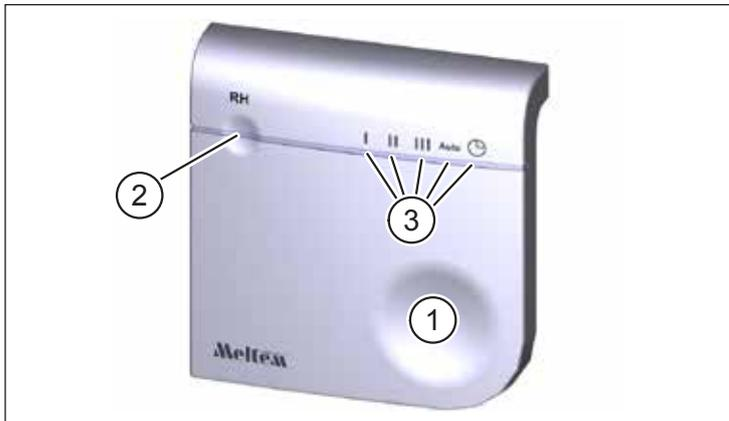

Abb. 1: Externer Funksensor Feuchte
Pos. in Abb. 1	Beschreibung
Der Funksensor Feuchte dient zur kabellosen Bedienung von Lüftungsgeräten der Serien M-WRG-II und M-WRG ab Bj. 2020 (außer Gerätetypen mit BUS-Anschluss). Gleichzeitig lässt sich die Feuchte an einem von Ihnen gewählten Montageort bestimmen, der innerhalb der Funkreichweite liegen muss. Die Lüftungsprogramme „Feuchteregeleung“ bzw. „Automatikbetrieb“ nutzen die übertragenen Messwerte, um die Luftleistung des Gerätes automatisch an den Lüftungsbedarf anpassen zu können. Pro Lüftungsgerät lässt sich ein Funksensor Feuchte anmelden. Falls das Lüftungsgerät über einen internen Feuchtesensor verfügt, wird dieser automatisch deaktiviert. Lüftungsgeräte ohne internen Feuchtesensor können mit dem Funksensor Feuchte um die Funktionalität der Feuchteregeleung erweitert werden. Mit der Bedientaste (Pos. 1 in Abb. 1) lassen sich fünf unterschiedliche Lüftungsstufen/-programme aktivieren. Die aktuelle Wahl wird durch eine der fünf grünen Mode-LEDs (Pos. 3 in Abb. 1) angezeigt. Die mehrfarbige Status-LED (Pos. 2 in Abb. 1) signalisiert Betriebszustände von Funksensor und Lüftungsgerät. Überschreitet in den Lüftungsprogrammen „Feuchteregeleung“ bzw. „Automatikbetrieb“ die relative Raumluftfeuchte 60 % rF (werkseitige Einstellung), wird die Lüftungsstufe kontinuierlich bis max. 60 m³/h erhöht, bis die Raumluftfeuchte wieder unter 60 % rF sinkt. Der Funksensor wird mit den mitgelieferten Dübeln und Schrauben an der Wand befestigt (siehe Abschnitt 4.1).
- ▶ Tippen Sie auf die Bedientaste (Pos. 1 in Abb. 1). Das Lüftungsgerät bestätigt den Verbindungsaufbau akustisch, die Status-LED blinkt grün.
- ▶ Tippen Sie auf die Bedientaste (Pos. 1 in Abb. 1), um den aktuellen Status abzufragen. Dieser wird durch die Status-LED (Pos. 2 in Abb. 1) und die Mode-LEDs (Pos. 3 in Abb. 1) signalisiert.
Die Status-LED (Pos. 2 in Abb. 1) kann nach Antippen der Bedientaste (Pos. 1 in Abb. 1) folgende Rückmeldungen absetzen: